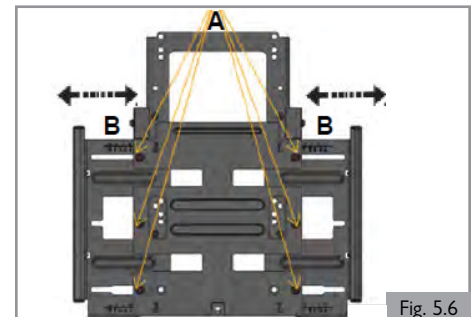
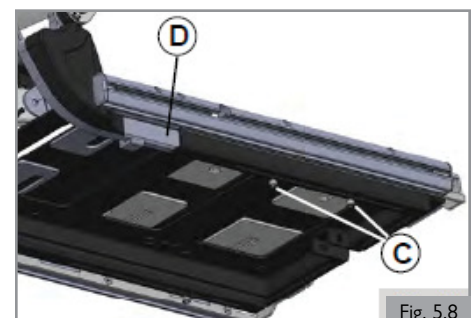

Fig. 5.6
Fig. 5.8
Anchura de la placa base del asiento (Fig. 5.6 - Fig. 5.8)
1. Afloje (A) y (F) una vuelta.
2. Ajuste (B) en la posición deseada. (Fig. 5.6)
3. Apriete (A) y (F). Consulte la sección 9 para obtener información sobre la torsión de ajuste específica.